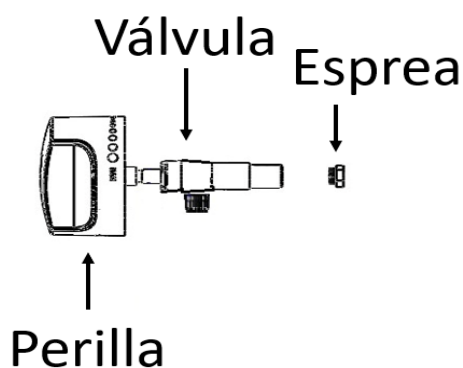

Fig. 3
2. Ubique la esprea al final de la válvula y desenrosque la esprea para retirarla, coloque la esprea para el gas deseado y apriete con una llave (Fig. 3).